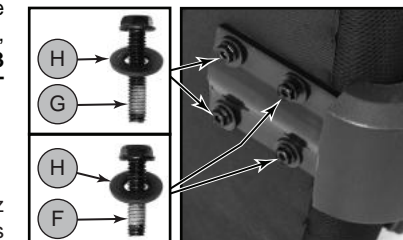
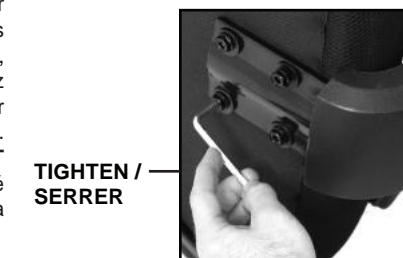

Figure 7
Figure 8
6. Place the chair assembly on its side. Align the holes of the back bracket with the holes at the rear of the seat bottom, as shown in figure 6. **Loosely** attach the back bracket to the seat bottom using two screws (F), two screws (G), and 4 washers (H), as shown in figure 7. Do not fully tighten until all screws have been hand tightened. **THEN, TIGHTEN ALL SCREWS SECURELY** using Hex key (I), as shown in figure 8.
6. Placez le fauteuil sur son côté. Alignez les trous du support de dossier avec les trous situés à l'arrière du dessous du siège, comme illustré à la figure 6. Fixez, sans le serrer, le support de dossier sur le dessous du siège à l'aide des deux vis (F), deux vis (G), et les 4 rondelles (H), comme illustré à la figure 7. Ne serrez fortement les vis qu'après les avoir préalablement toutes serrées à la main. **SERREZ ALORS FORTEMENT TOUTES LES VIS** à l'aide de la clé hexagonale (I), comme illustré à la figure 8.